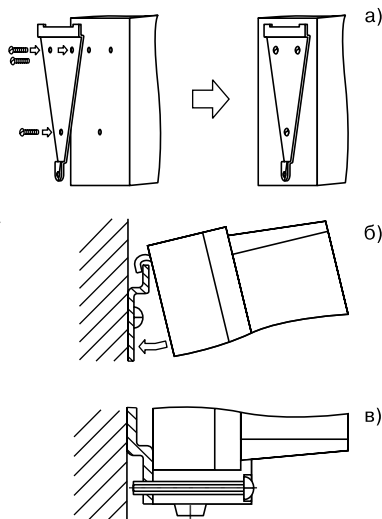

Рис. 12
1. Закрепить кронштейн тремя винтами М4 на поверхности, предназначенной для установки прибора (см. *прил. А* и **рис. 12, а**).
2. Зацепить крепежный уголок на задней стенке прибора за верхнюю кромку кронштейна (**рис. 12, б**).
3. Прикрепить прибор к кронштейну винтом М4 х 35 из комплекта поставки (**рис. 12, в**).